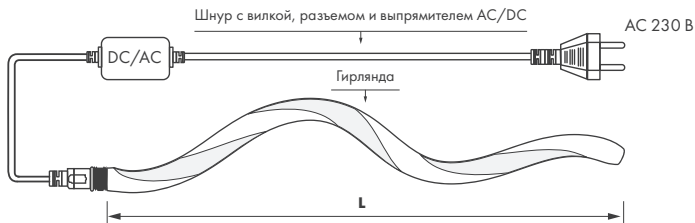

Рис. 1. Схема подключения гирлянды
3.2. Подключите гирлянду к сети электропитания AC 230 В при помощи сетевого шнура с преобразователем AC/DC (в комплекте) согласно схеме на рис. 1.